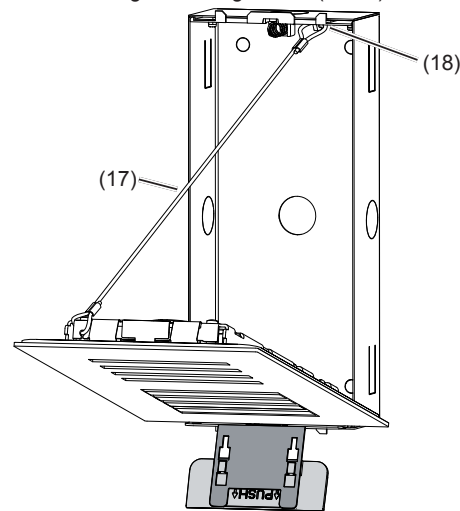

Bild 6: Installationsposition Türstation
(15) Öffnungswerkzeug
(16) Befestigungselement
- Die Schlaufen des Sicherungsseils (17) am linken oberen Einhängen der Türstation und am oberen Befestigungselement (18) im Gehäuse einhängen. Die Türstation zur Installation auf das Öffnungswerkzeug stellen (Bild 6).